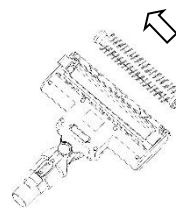

Рис.21
2. Выньте щетину из щетки (не моется). (рис.21)